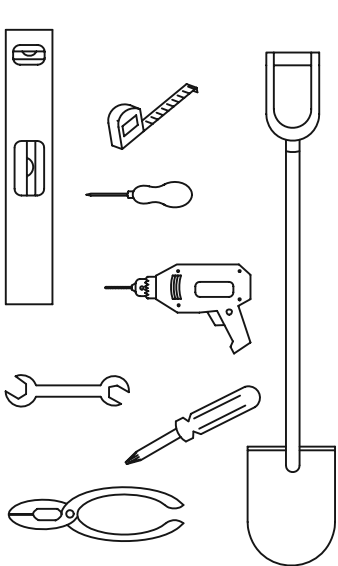

FIG. 1
- 1. WEATHER WARNING ! DO NOT ERECT YOUR BUILDING ON A WINDY DAY. ANY BUILDING LEFT PARTIALLY CONSTRUCTED MAY BE SERIOUSLY DAMAGED (FIG.1).**
- 3. ALL ASSEMBLY OPERATIONS MUST TAKE PLACE ON A COMPLETELY LEVEL SURFACE (FIG. 1)**
- 1. TEMPÊTE DE VENT: NE JAMAIS MONTER VOTRE ABRI PAR GRAND VENT. NE PAS LAISSER UN ABRI PARTIELLEMENT MONTÉ, LES PIÈCES POUVANT ÊTRE ENDOMMAGÉES (FIG. 1).**
DOIVENT ÊTRE RÉALISÉES SUR UNE SURFACE PLANE (fig 1).
- 1. AVISO DE TEMPESTADE! NÃO PROCEDA À MONTAGEM DO SEU ABRIGO NUM DIA VENTOSO. QUALQUER ABRIGO DEIXADO PARCIALMENTE MONTADO PODE FICAR SERIAMENTE DANIFICADO (FIG. 1).**
- 3. TODAS AS OPERAÇÕES DE MONTAGEM DEVEM SER EFECTUADAS NUMA SUPERFÍCIE COMPLETAMENTE NIVELADA (FIG. 1).**
- 1. PRESTE ATENCIÓN A LA METEOROLOGÍA. NO INTENTE LEVANTAR EL EDIFICIO EN UN DÍA DE VIENTO. CUALQUIER COMPONENTE QUE QUEDE A MEDIO MONTAR PUEDE SUFRIR DAÑOS IMPORTANTES. (FIG. 1).**
- 3. TODAS LAS OPERACIONES DE MONTAJE DEBEN DE REALIZARSE SOBRE UNA SUPERFICIE TOTALMENTE PLANA Y AL MISMO NIVEL. (FIG. 1)**